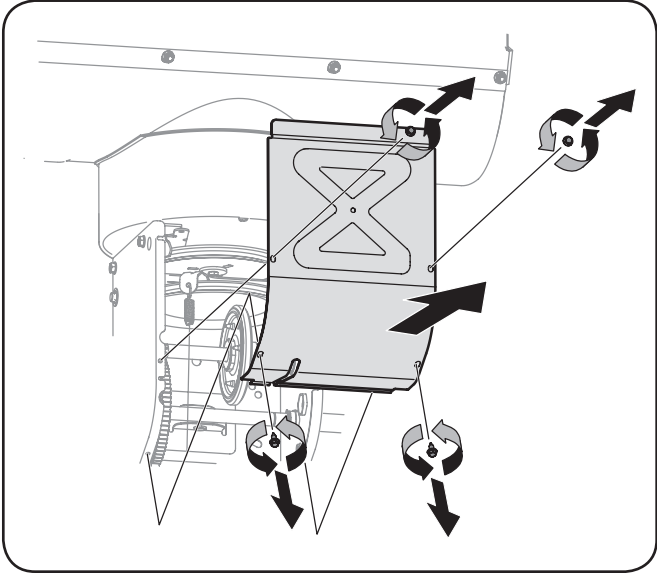

Figure 7-5
6. Démontez le couvre-châssis du dessous de la souffreuse en retirant les quatre vis auto-taradeuses qui le maintiennent en place. Voir la Figure 7-5.